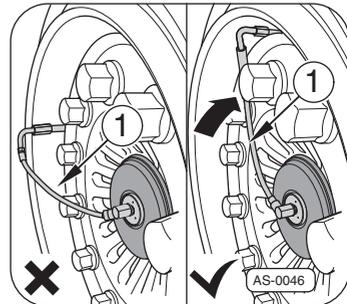

Fig. 6 · Montar el conducto de unión
1. Fijar primeramente el conducto de unión ⇒Fig. 6 a la válvula del neumático. En caso necesario, usar una prolongación de la válvula o cambiar la válvula.
–pos. 1– al rotor a mano